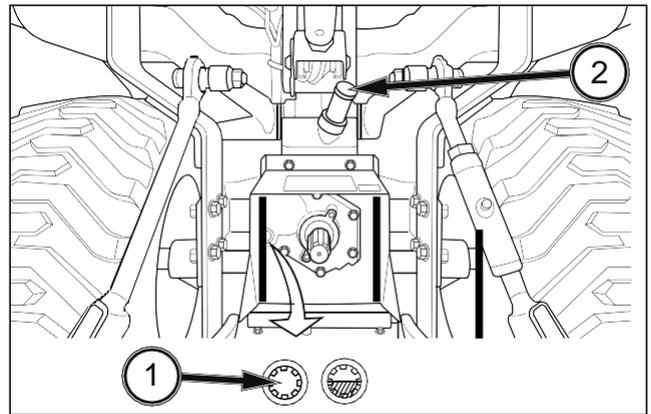

FIG. 5-7
FIG. 5-7: Para comprobar el nivel de aceite de la transmisión, aparque el tractor en un terreno plano. El nivel de aceite debe permanecer visible cuando se mira el nivel de aceite (1).